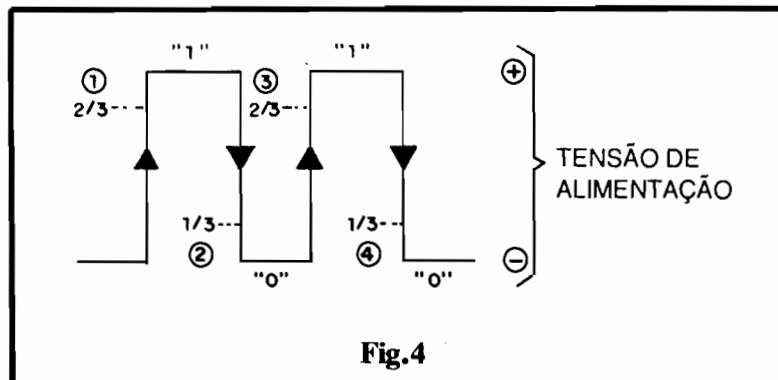

Fig.4
- FIG. 4 - DETALHANDO OS LIMITARES DE TRANSIÇÃO, NAS ENTRADAS SCHMITT TRIGGER - É importante notar que, como os **gates** com função S.T. conseguem "reconhecer" níveis intermediários de Tensão nas suas Entradas, interpretando a passagem (subindo) por 2/3 da "voltagem" de alimentação e (descendo) por 1/3 da dita Tensão, esses blocos lógicos simples **podem** também funcionar como **gates** "normais", recebendo em suas Entradas os sinais digitais convencionais, de transição brusca e definida, conforme sugere o
- FIG. 7 - UM ASTÁVEL COM GATE SCHMITT TRIGGER - Os **gates** S.T. Também simplificam **muito** a elaboração circuitual de blocos ASTÁVEIS (osciladores, "geradores de clock"...), normalmente "economizando" um **gate** (relembrem a estrutura básica do ASTÁVEL com **gates** C.MOS, na fig. 4 da "Aula" nº 22 - APE 57). Conforme mostra o diagrama da fig. 7, a estrutura básica de um ASTÁVEL com **gate** S.T. requer (além do único **gate**, desde um simples inversor...) apenas a presença obrigatória de um Resistor (R) e um Capacitor (C), componentes determinadores da própria Frequência de oscilação... Analisemos, rapidamente, o funcionamento do ASTÁVEL nessa configuração: ao ser inicialmente liga-